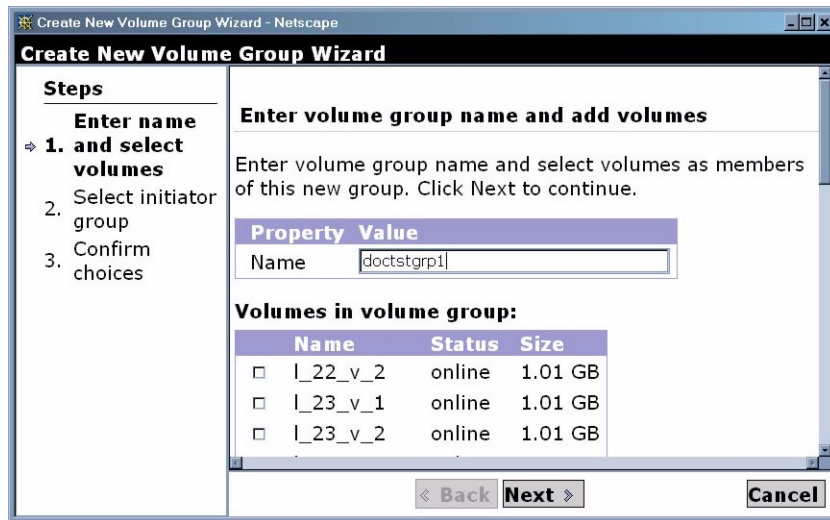

図 6-16 ボリュームグループの新規作成ウィザード
7. 「作成」をクリックします。新しいウィンドウで、図 6-16 に示すようなボリュームグループの新規作成ウィザードが表示されます。